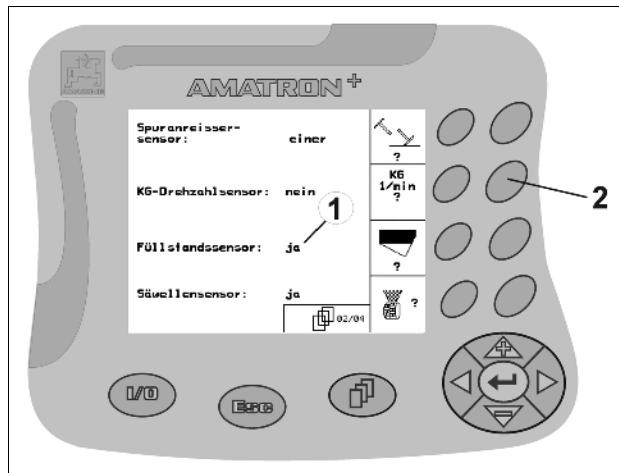

Рис. 15
- Один раз нажмите функциональную клавишу (Рис. 15/2)
→ Функция Вкл. (Рис. 15/1).